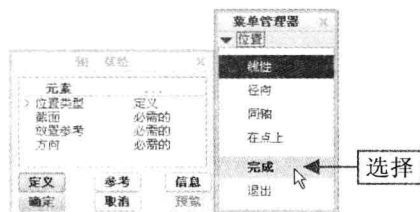

图 8-10 选择“完成”选项
Step 03 弹出“轴：草绘”对话框和“位置”菜单管理器，选择“完成”选项，如图 8-10 所示。